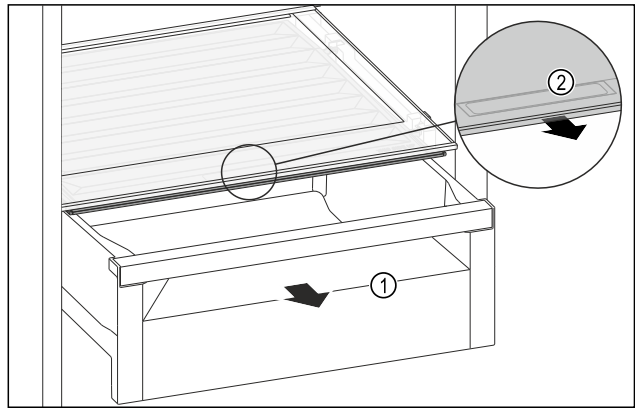

Fig. 146
- Schuifvak Fig. 146 (1) uittrekken.
- Greeplijst Fig. 146 (2) op het vakdeksel vastpakken en het vakdeksel gelijktijdig naar voren trekken.